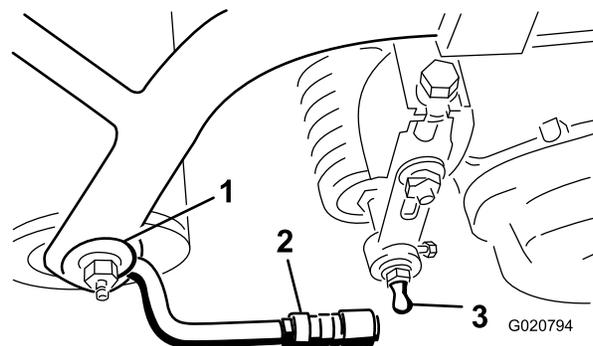

図 8
3. スリーブをボールジョイントの位置まで引き戻し、レシーバーをカッティングユニットのボールスタッドに引っ掛ける。スリーブから手を離すとスタッドとジョイントが結合してロックする 図 8。